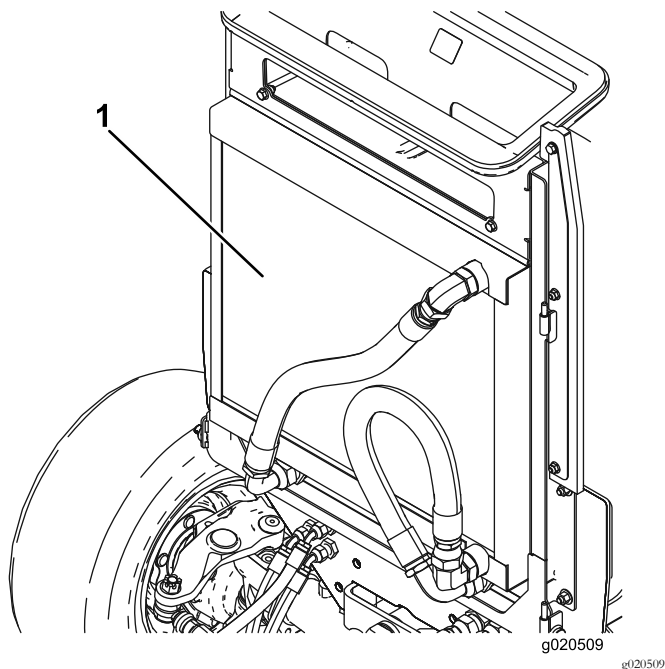

Figura 63
3. Pulite accuratamente entrambi i lati del radiatore dell'olio e del radiatore utilizzando aria compressa (Figura 63). Iniziate dal lato anteriore ed eliminate i detriti spingendoli verso la parte posteriore. Successivamente eseguite la pulizia partendo dalla parte posteriore e soffiando l'aria verso la parte anteriore. Ripetete la procedura più volte fino a rimuovere completamente sporcizia e detriti.